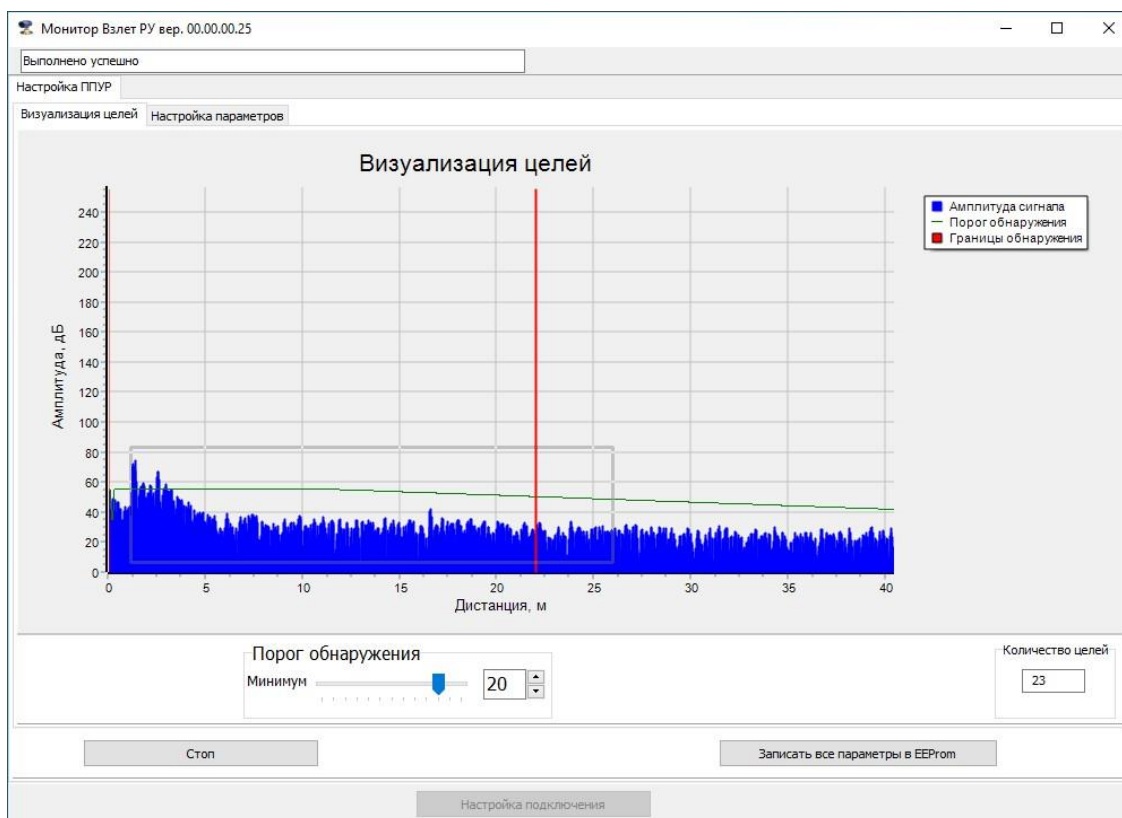

Рис.25 - Приближение сигнала «шумовой дорожки».
7.7.4 Нажатие и удержание левой кнопки «мышки» на участке шумовой дорожки и выделение прямоугольной области позволяет приблизить картинку шумовой дорожки (рис.25) для более точной оценки измеряемой дистанции до объекта.